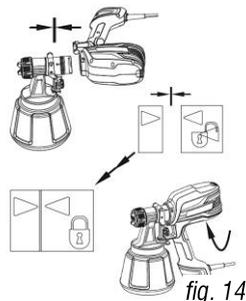

fig. 14
1. Appuyez légèrement sur le crochet vers le bas, puis tournez l'accessoire de pulvérisation et le corps principal l'un contre l'autre et séparez-les (fig. 14).
7. Raccordez à nouveau l'accessoire de pulvérisation au corps principal (fig. 14).